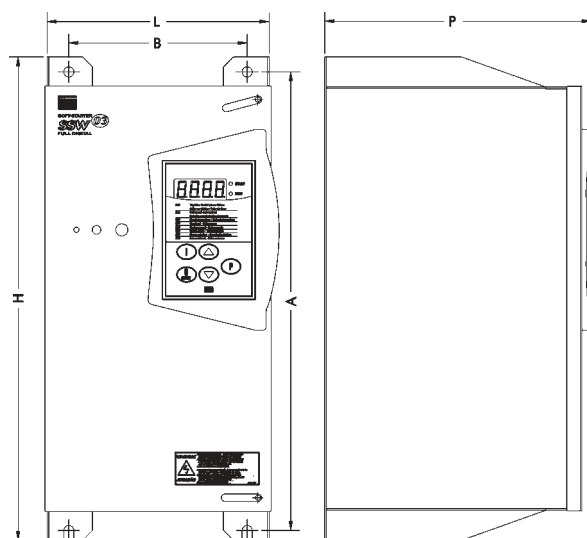

Figura 3.2- Dimensional para SSW-03 Plus y perforación para fijación
- ☑ Dimensiones externas, agujeros p/ fijación etc, ver figura 3.2.